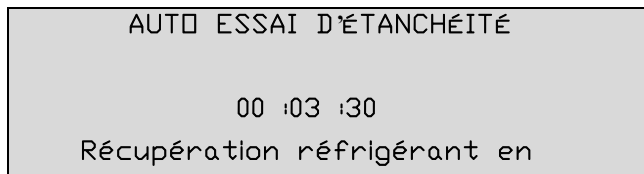

Fig. 23 : Écran de contrôle de pression de bouteille
2. L'écran affichera le message de la Fig. 23.